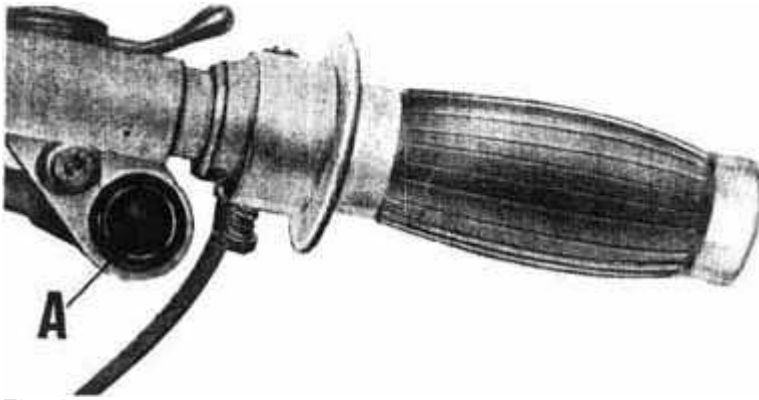

Fig. 8
**Starting button** (Fig. 8) [\[return to index\]](#)